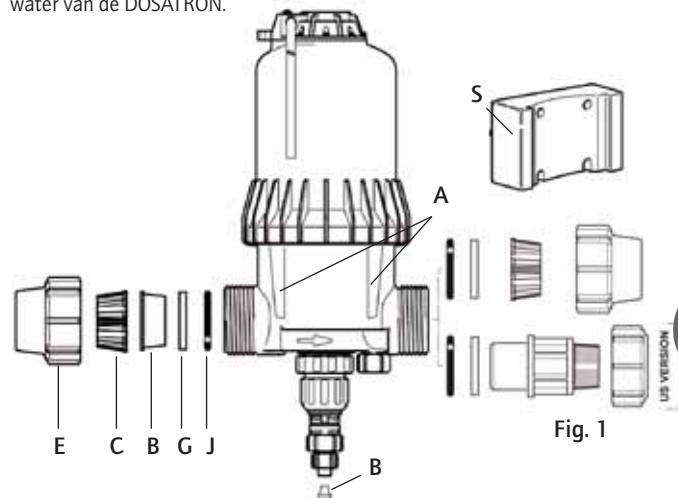

Fig. 1
- Breng de zwaluwstaarten van de Dosatron (Fig. 1-A) in de muursteen (Fig. 1-S).
- Verwijder de moeren (Fig. 1-E) en de klemringen (Fig. 1-C) op de gaten voor ingang en uitgang van water van de DOSATRON.